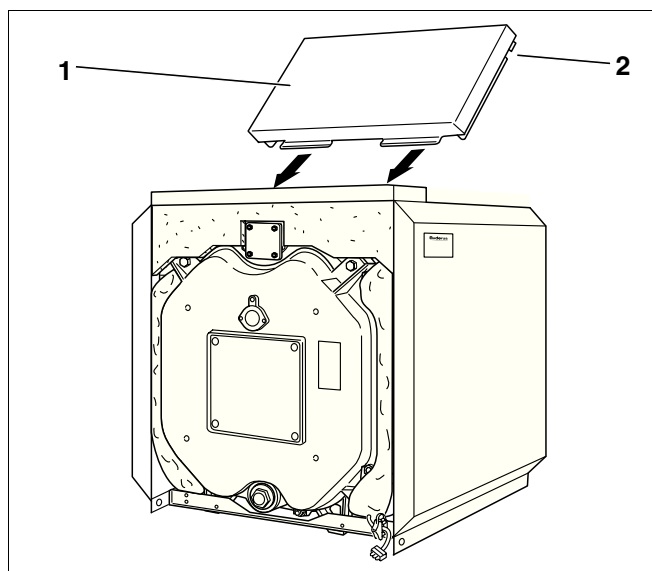

Рис. 37 Установка задней крышки
- Заднюю крышку (рис. 37, **поз. 1**) установить между боковыми стенками так, чтобы вырез (рис. 37, **поз. 2**) был над траверсой.